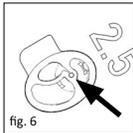

fig. 6
■ **fig. 6** Clopotul protezei trebuie să se așeze pe baza adânciturii și placa de capăt trebuie să se așeze complet pe decuparea prevăzută pentru aceasta, astfel ca suprafața superioară a plăcii de capăt să se închidă cu suprafața discului separator.